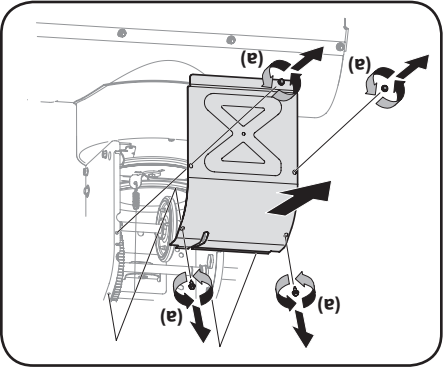

Figure 4-4
3. Enlevez le couvre-châssis en enlevant les deux vis auto-taraudeuses (a) qui le maintiennent. Voir la Figure 4-4.